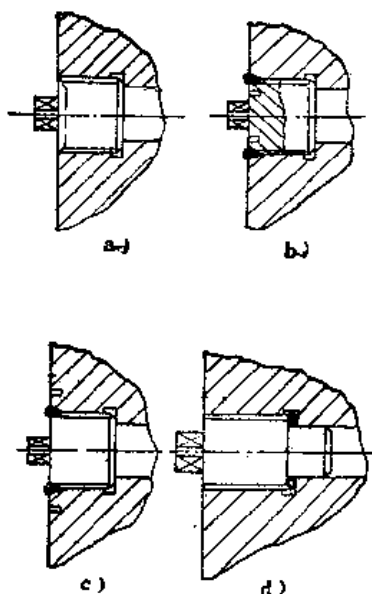

图13-3-2 阀体上工艺孔丝堵紧固和密封
(1) 阀孔损坏 进、排水阀的阀杯在阀体中旋转, 造成阀孔被严重磨损或研伤。这是由于设计阀体时仅考虑结构紧凑和尽量减少工艺通孔, 将阀的进、排水孔道做成斜孔, 而且偏离阀的中心。结果进水时产生切向冲击力, 使阀杯旋转。如果长久失修, 可能造成阀体报废。对于上述情况应拆修阀体, 阀孔研伤严重者可考虑镗孔后配作阀杯和阀座, 并采用打固定销的办法防止阀杯旋转。
(2) 阀体上的工艺孔丝堵漏水 阀体上工艺孔丝堵紧固和密封的办法如图13-3-2所示, 有碾压法、焊接法、压铜垫法几种。碾压法使用后常发生漏水而且拆修困难, 必须上镗床加工。用焊接法也往往漏水, 一般也不宜采用。最好是采用压铜垫法, 保留方头, 使用中发生漏水, 可更换铜垫, 比较方便。